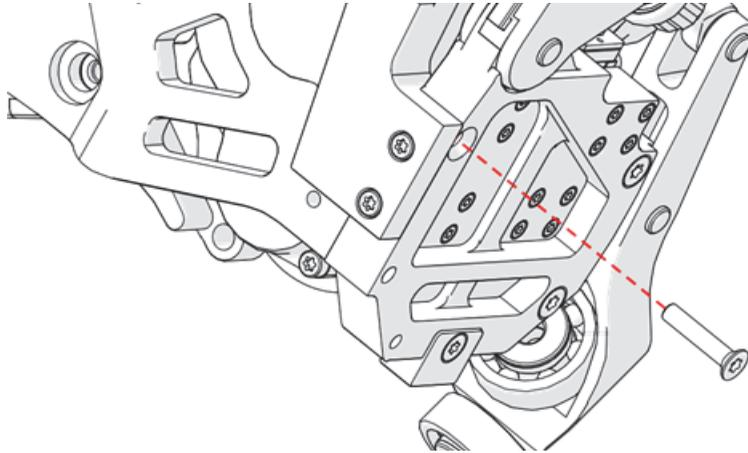

Figure 2-28 Retrait de la vis
8. Retirez du chariot la vis montrée sur la Figure 2-28 à la page 111.